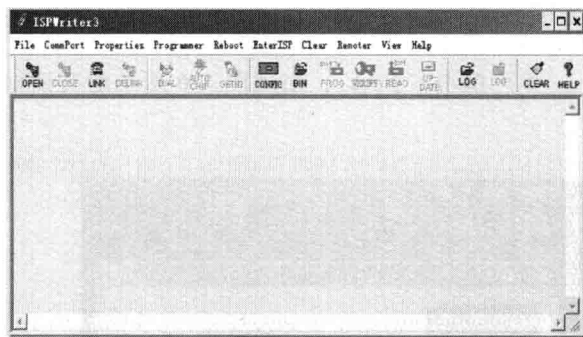

图 1-10
9) 单击“Finish”，完成安装，如图 1-10 所示。
1) 在上步解压缩出来的文件夹中，单击“ISPWriter3.exe”打开程序写入软件，其主窗口如图 1-10 所示。